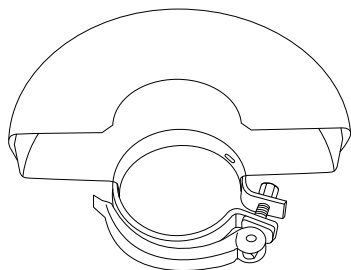

Fig. 4, Protección para corte (13)
Instale la respectiva protección de seguridad (13 / 14) en función de la tarea a realizar. > Utilice la protección para corte cerrada (13) para trabajos de tronzado (Fig. 4).